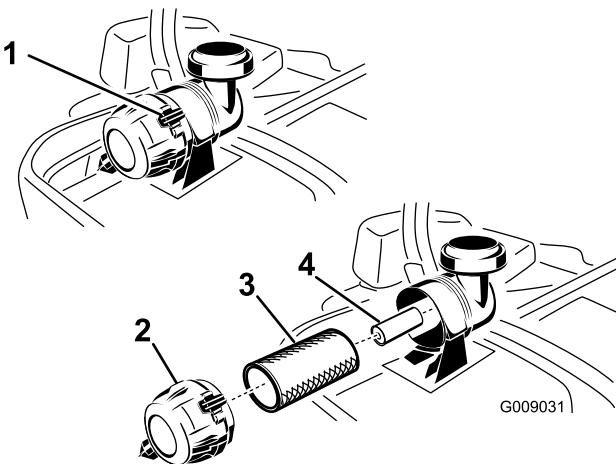

Figure 44
3. Appuyez sur les attaches du filtre à air pour les ouvrir et détachez le couvercle du corps du filtre à air (Figure 44).
5. Sortez le préfiltre du corps du filtre avec précaution (Figure 44). Évitez de cogner l'élément à l'intérieur du corps.
1. Ne nettoyez pas l'élément en papier, remplacez-le (Figure 44).
2. Si vous remplacez l'élément secondaire, insérez-le avec précaution dans le corps du filtre (Figure 44).
3. Placez ensuite le préfiltre sur l'élément secondaire avec le même soin (Figure 44). Assurez-vous qu'il est bien engagé en appuyant sur le rebord extérieur.
4. Montez le couvercle, reniflard en bas, et tournez-le pour que les attaches verrouillent le couvercle en place (Figure 44).